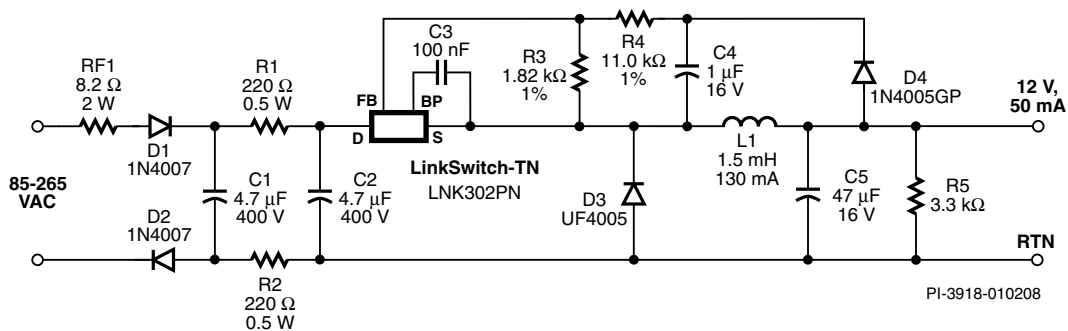

图 1. 使用LinkSwitch-TN的0.6 W、12 V、使用非隔离Buck拓扑的宽电压输入电源
- 图1所示电路总的输出电压容差为 $\pm 10\%$ ($-20\text{ }^{\circ}\text{C}$ 到 $+85\text{ }^{\circ}\text{C}$ 环境温度)。